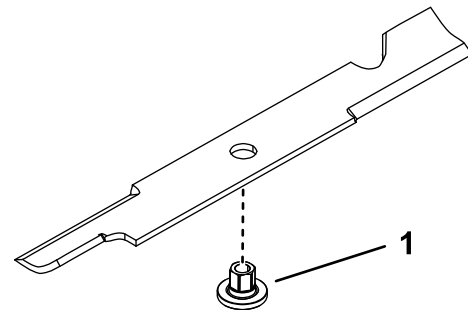

Figura 80
1. Instale el casquillo a través de la cuchilla con la brida del casquillo en el lado inferior (lado del césped) de la cuchilla (Figura 80).